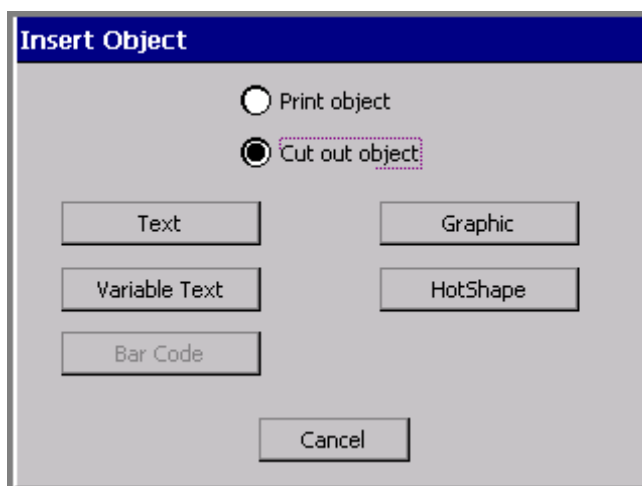

Рис. 10-1. Окно вставки объекта системы Color & Cut
2. В окне вставки объекта (см. рис. 10-1) нажать кнопку опции **Cut out object** (вырезать объект).
1. После выбора опции **Cut out object** (объект для обрезки) в окне вставки объектов (см. рис. 10-1 на стр. 10-4) нажать кнопку опции **HotShapes** (наиболее часто используемые формы).